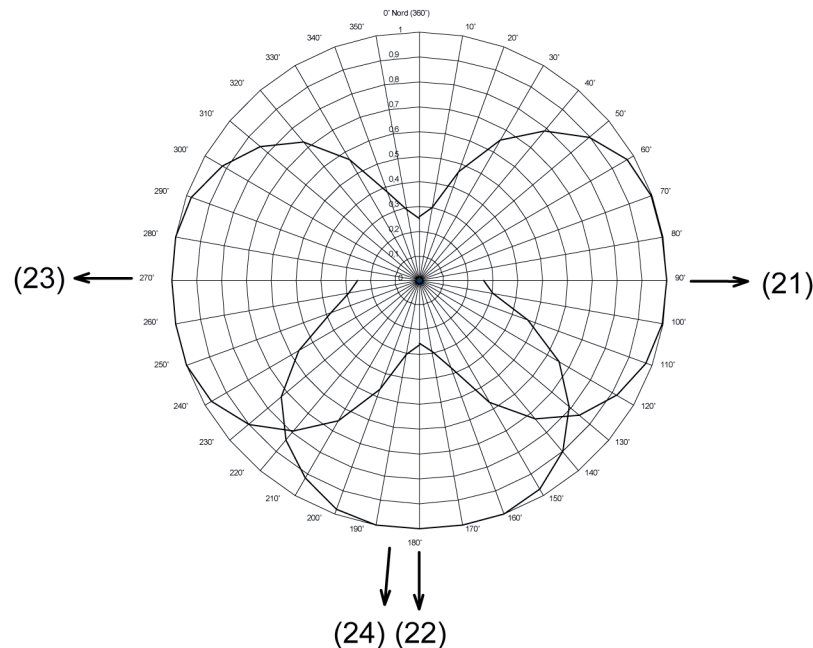

Bild 13: Kreisdiagramm Helligkeitserfassung
Für die Erkennung der Dämmerung ist in der Wetterstation ein eigener linearer Fühler eingebaut, der die Beleuchtungsstärke aus Richtung des Helligkeitssensors 2 (24) (Bild 13) ermittelt. Der Messbereich umfasst 0 ... 674 Lux und wird über ein 2 Byte Objekt versendet. Zur Anzeige der aktuellen Beleuchtungsstärke kann der Messwert bei einer einstellbaren Differenz bezogen auf den Messbereichsendwert gesendet werden. Auch zyklisches Aussenden der Werte ist möglich. Es stehen zwei einstellbare Grenzwerte zur Verfügung, bei deren Überschreiten oder Unterschreiten die Wetterstation jeweils Schalttelegramme aussenden kann. Wahlweise können diese Grenzwerte intern fest eingestellt oder extern zum Beispiel